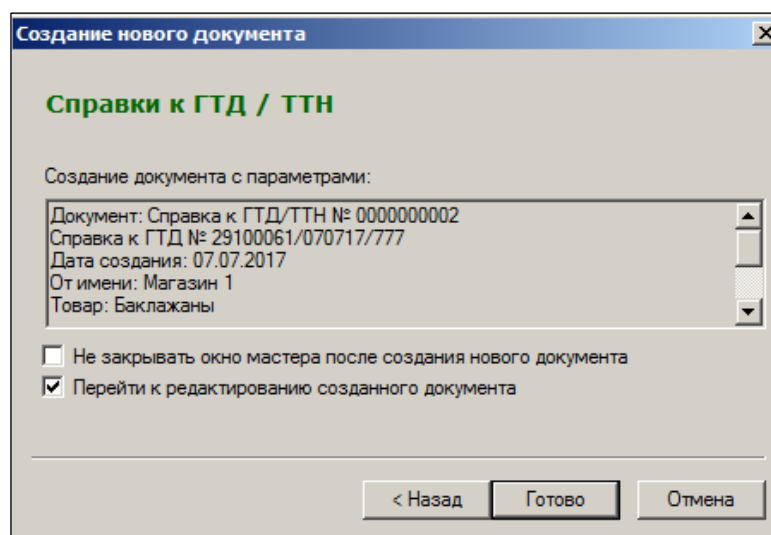

Рисунок 137 – Создание справки к ГТД/ТТН (5)
7. Проверяются ранее введенные данные (Рисунок 137):